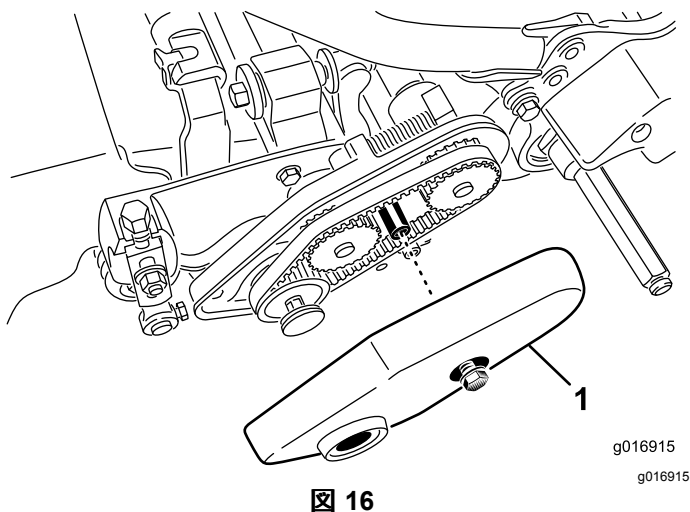

図 16
2. ベルトカバーを固定しているフランジボルトをゆるめてベルトカバーを外し、ベルトを露出させる (図 16)。